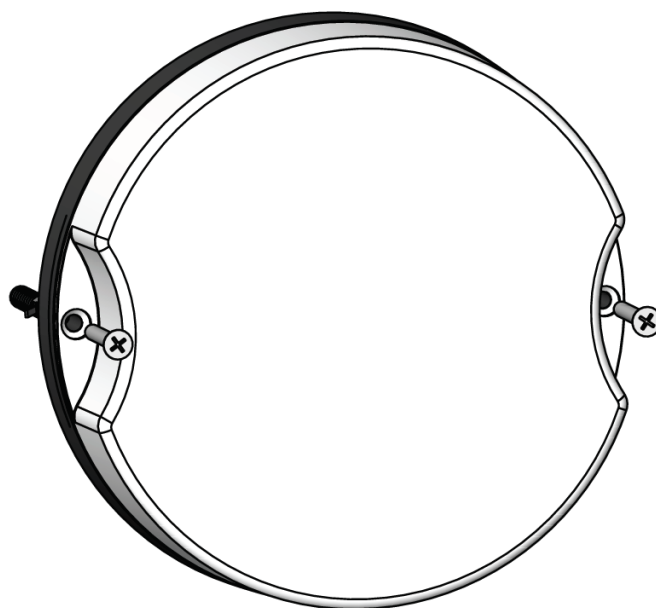

Рис.2
- Извлеките из упаковки комплект крепежных элементов и прикрепите светильник к монтажной поверхности, согласно схеме (Рис. 2, 3). Монтаж светодиодного светильника должен быть произведен так, чтобы обеспечить надежную фиксацию и удобную схему расположения светильников.